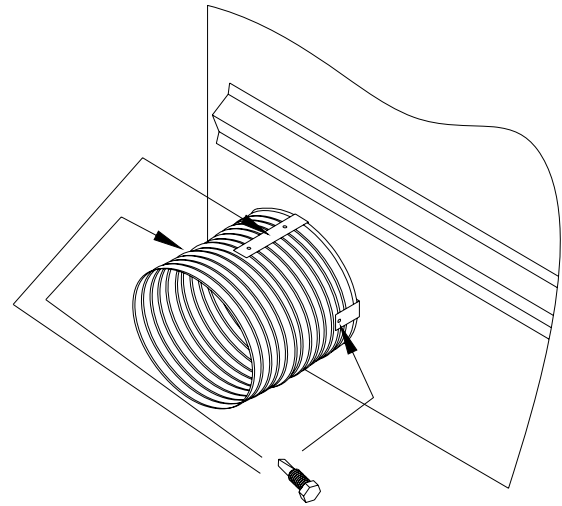

Figure 2 Installation de l'amorce d'entrée d'air ambiant / Intake air starter installation
6. Insert the intake air starter through the fireplace casing all the way to the bead. Use three of the self-tapping screws provided to attach the intake air starter (including the starter extension if pertinent) to the three tabs with prepunched holes (see Figure 2). You can use either hole on the top tab.
6. Insérez l'amorce d'entrée d'air ambiant dans le trou du foyer, à travers le revêtement, jusqu'au bourrelet. Utilisez trois vis auto-taraudeuses pour raccorder l'amorce (incluant le prolongement si c'est le cas) aux trois languettes prépercées (voir Figure 2). Vous pouvez utiliser l'un ou l'autre des deux trous sur la languette du dessus.